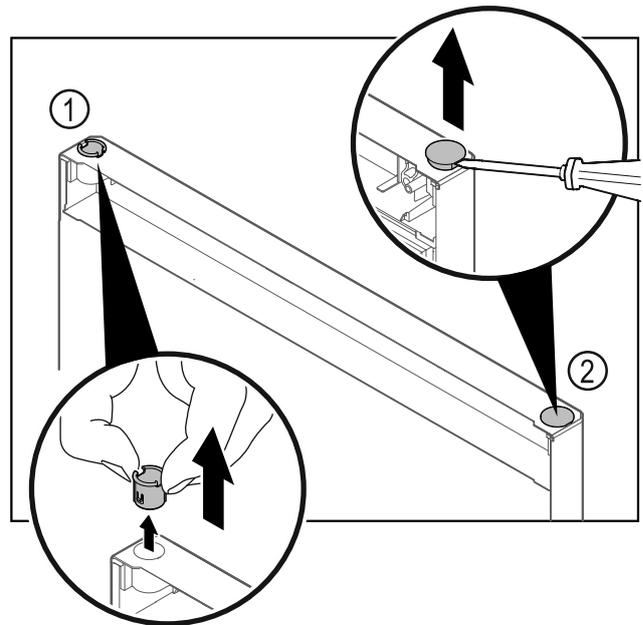

Fig. 24
- ▶ Витягніть шарнірну втулку Fig. 24 (1) пальцями.
- ▶ За допомогою шліцевої викрутки обережно підніміть заглушку Fig. 24 (2) та витягніть її.